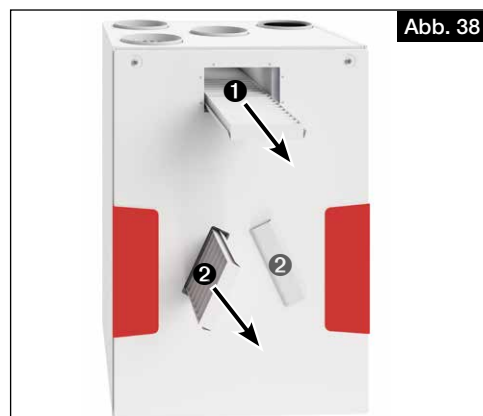

Abb. 38
2. Außenluftfilter ❶ nach vorne herausziehen und wechseln (s. Abb. 38).
4. Abluftfilter ❷ nach vorne herausziehen und wechseln (s. Abb. 38).